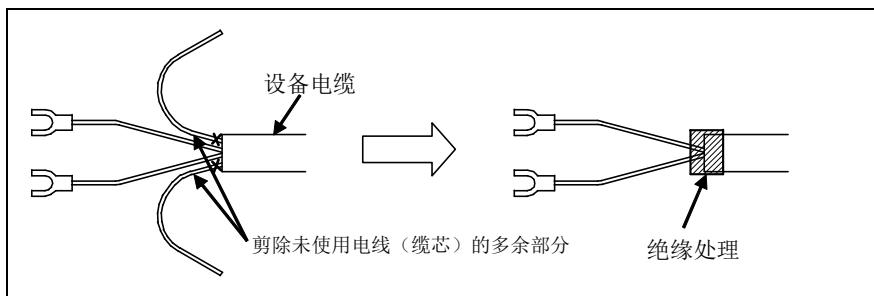

图 5 (a) 设备电缆的处理方法
- 请剪除设备电缆的未使用电线(缆芯)的多余部分并进行绝缘处理。如缠绕醋酸布胶带等。(见图 5 (a))